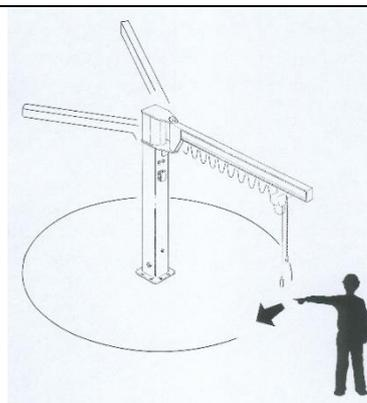

fig. 18
3. Verificare l'idoneità degli spazi di manovra (rotazione) a disposizione della gru a bandiera, soprattutto se opera in aree in cui sono presenti altre gru o altre macchine operatrici (fig. 18);